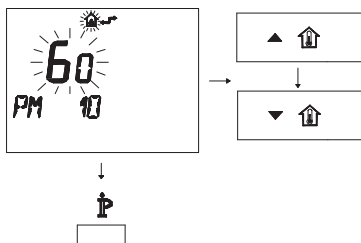

Figura 5.75
- Per modificare il SET programmato agire sui pulsanti o e aspettare che il numero programmato cominci a lampeggiare (Figura 5.75).